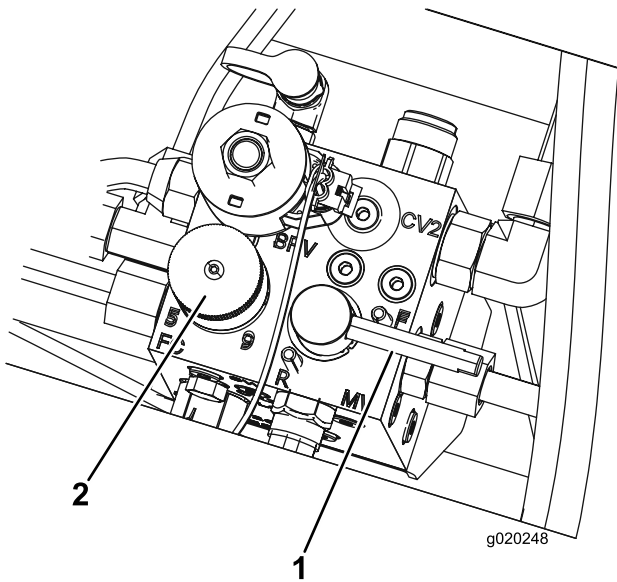

Figura 99
3. Spostate la leva di lappatura in posizione F (tosatura) (Figura 99).